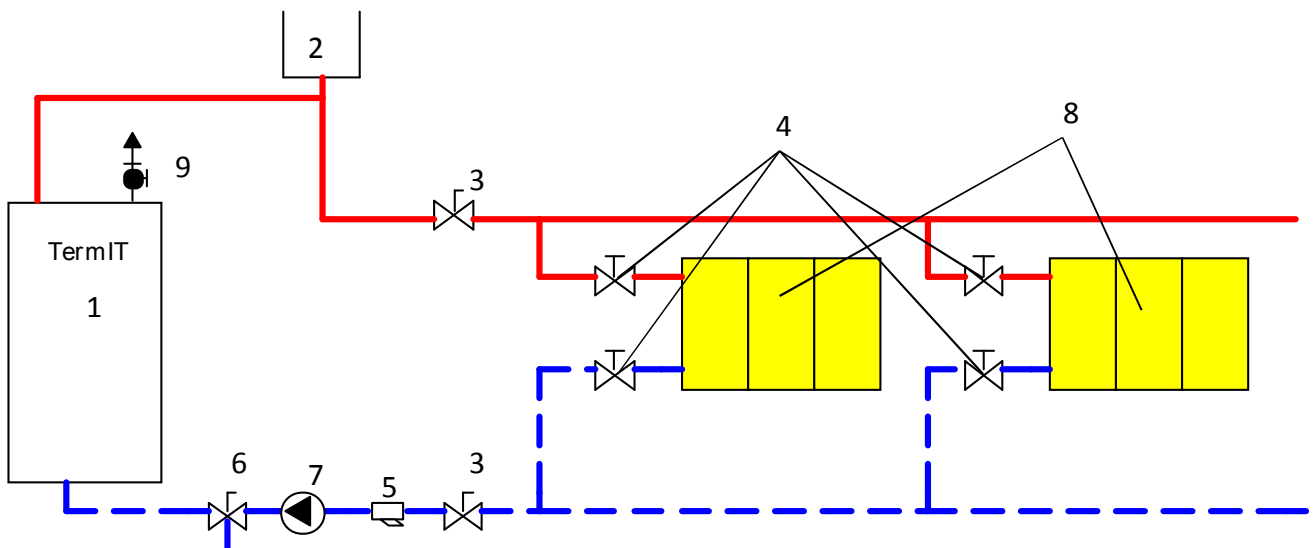

Рисунок 3 – Схема підключення котла в систему з природною циркуляцією
2.2.5 На рис.3 представлена схема використання котла 1 в опалювальній системі із розширювальним баком 2 відкритого типу з примусовою циркуляцією теплоносія за допомогою циркуляційного насоса 7.
Установку котла виконувати згідно схеми на рис. 3